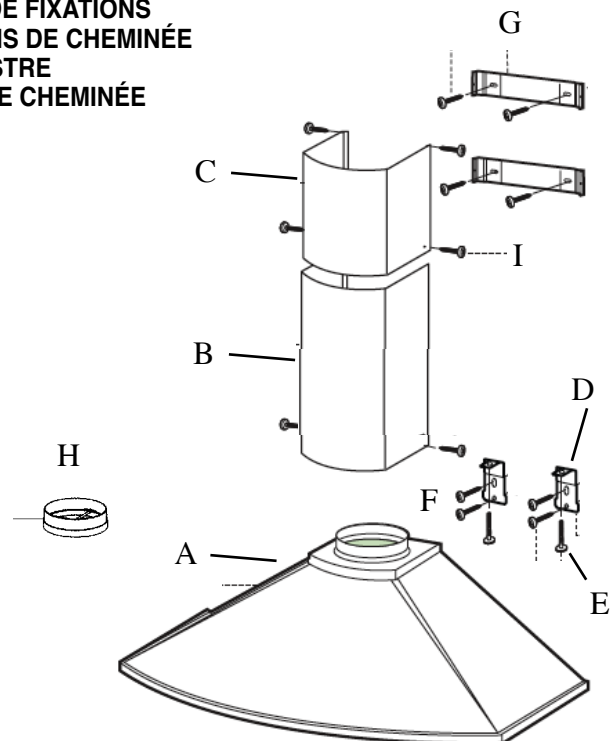

FIGURE 1
Do not use the DAMPER (**H in FIGURE 1**) for ductless installations. The UPPER CHIMNEY COVER must be installed first, before the LOWER CHIMNEY DUCTLESS.
Ductless installations require a **Ductless Conversion Kit**. This kit consists of a LOWER CHIMNEY DUCTLESS (**A in FIGURE 9**) with holes for the exhaust air, a DUCTLESS DIVERTER (**C**), two VENT GRIDS (**B**) to cover the holes in the chimney cover, and two CHARCOAL FILTERS (**D**). The DUCTLESS DIVERTER must be installed before the LOWER CHIMNEY DUCTLESS is attached (**as indicated by the arrow in FIGURE 9**). The LOWER CHIMNEY COVER without holes (**B in FIGURE 1**) should be discarded.
8. Pour les installations avec conduits, le **REGISTRE (H de la FIGURE 1)** doit être fixé à l'ouverture d'évacuation sur le dessus de la **HOTTE**. Brancher les conduits et sceller toutes les connexions avec du ruban à conduit.
N'utilisez pas le **REGISTRE ROND (I de la FIGURE 1)** pour les Installations sans conduit. La section **CHEMINÉE SUPÉRIEURE** doit être installée en premier.
Installations sans conduit requièrent le **Kit Pour Conversion Du Conduit**. Ce nécessaire comprend un **CHEMINÉE INFÉRIEURE AVEC TROUS D'ÉCHAPPEMENT D'AIR (A de la FIGURE 9)**, un **DÉFLECTEUR SANS CONDUIT (C)**, deux **GRILLES (B)** pour couvrir les trous du couvercle de cheminée et deux **FILTRES AU CHARBON (D)**. Le **DÉFLECTEUR SANS CONDUIT** doit être installé avant le couvercle de la **CHEMINÉE INFÉRIEURE AVEC TROUS**, comme à la **FIGURE 9**. Le couvercle de **CHEMINÉE INFÉRIEURE SANS LES TROUS** doit être mis de côté (**B de la FIGURE 1**).